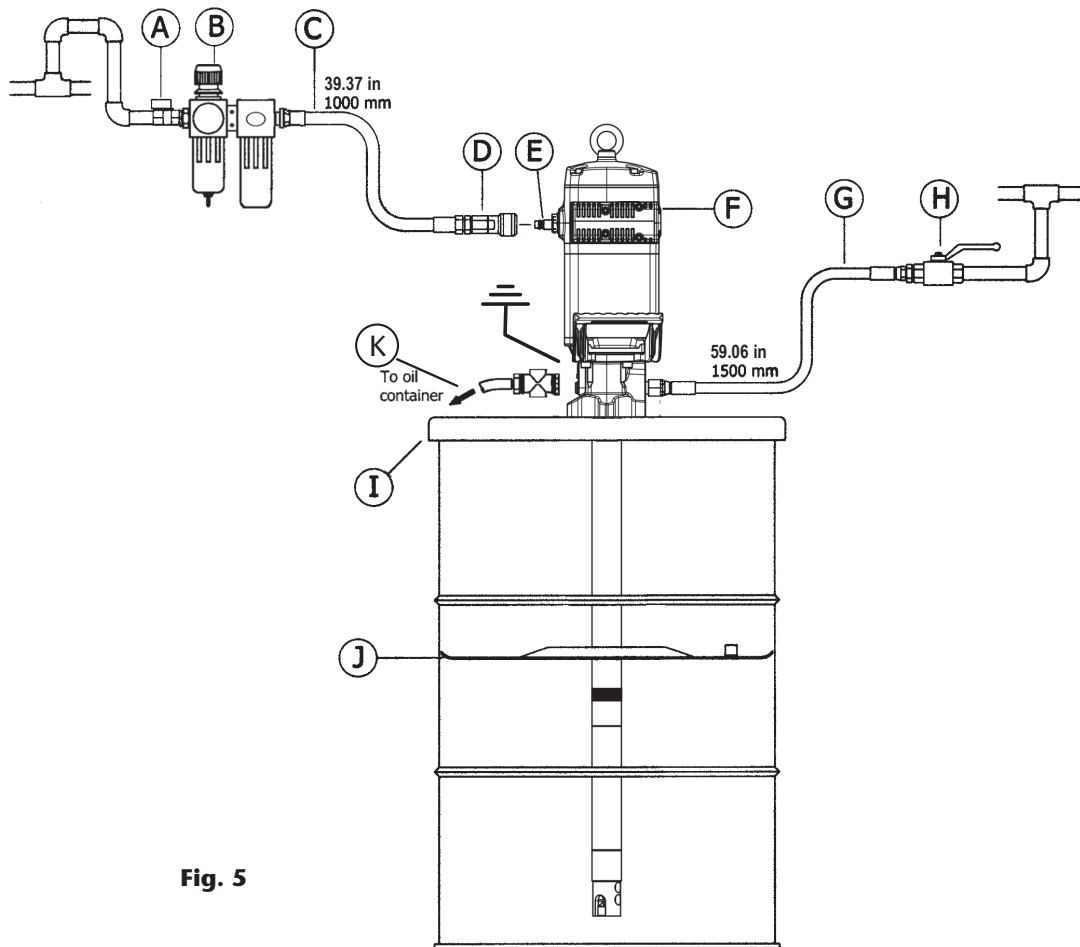

Fig. 5
1. Fix the pump in a vise in horizontal position (fig. 5). Gently blow with a hammer the upper tube (73) close to the body (69) in order to break the thread locker.
2. Unscrew the nut (94) and remove the primer (93).
4. Once unscrewed, pull the motor away until the elastic pin (70) into the rod (49) becomes visible. With a hammer and a suitable pin punch, eject the pin (70). The motor becomes loose.
1. Fije la bomba en posición horizontal en una mordaza (fig. 5). Dé unos golpes con un martillo en el tubo superior (73), cerca de la unión con el cuerpo (69) para romper el sellador de rosca.
2. Desenrosque la tuerca de cebador (94) y desmonte éste (93).
4. Una vez desenroscado, tire del motor hasta ver el pasador (70) del vástago (49). Con un martillo y un botador, sacar el pasador (70). El motor queda suelto.